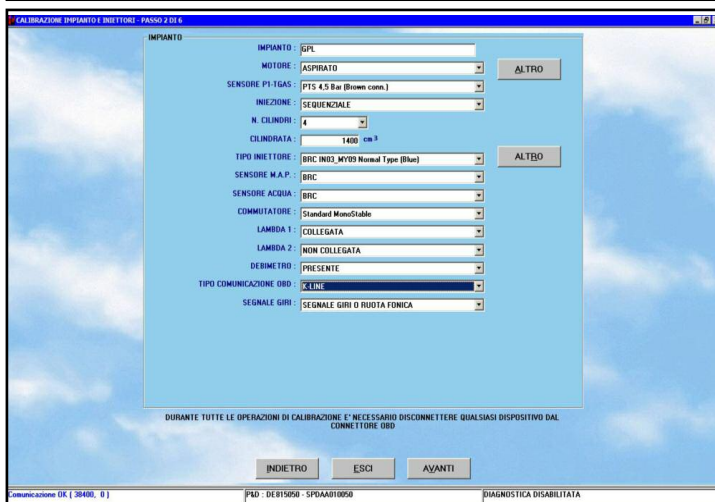

fig. 4-5
2. In casi particolari, che verranno indicati dalla BRC, potrebbe essere necessario scaricare sulla centralina un software diverso da quello normalmente utilizzato; ciò è possibile attraverso il tasto *ALTRO* (vedi fig. 4-5). Premendolo comparirà la scelta tra le seguenti possibilità:
È il secondo passo della procedura; serve per precisare ulteriori informazioni sul tipo di impianto installato e sulla vettura (vedi fig. 4-5). In particolar modo consente di indicare se l'impianto è di tipo *Aspirato* o *Sovralimentato* (turbo).